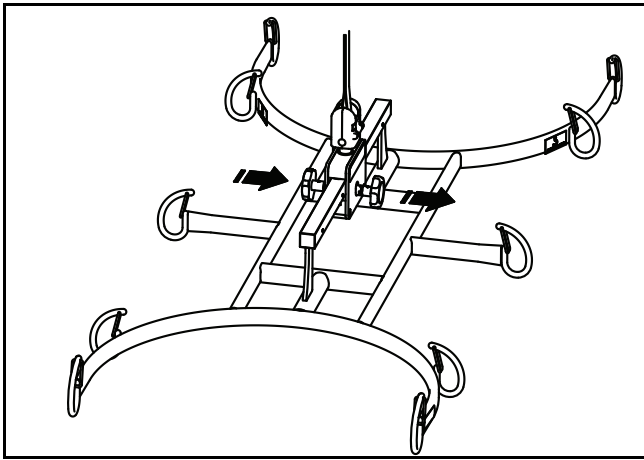
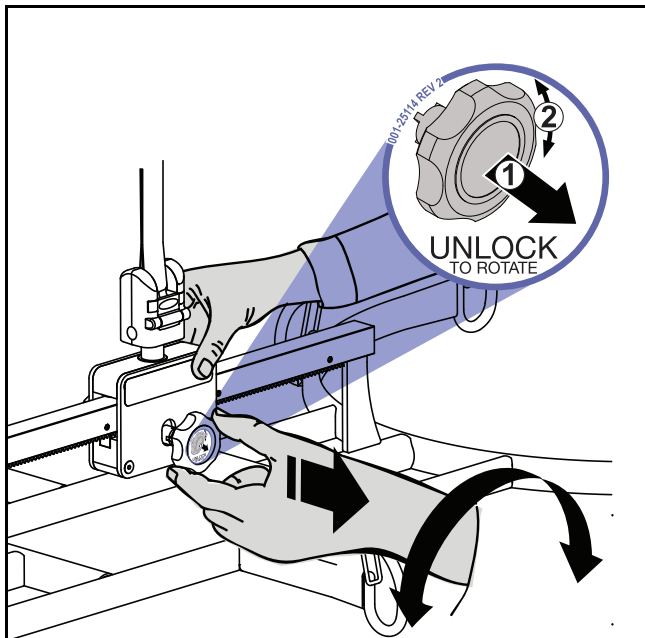

Fig. 8
Fig. 9
- 3) Bærerammen justeres ved å trekke ut eller skyve inn knappene (avhengig av hvilken som er valgt) mot fjærpress for å feste dem (se Fig. 8) før rotering (se Fig. 9).